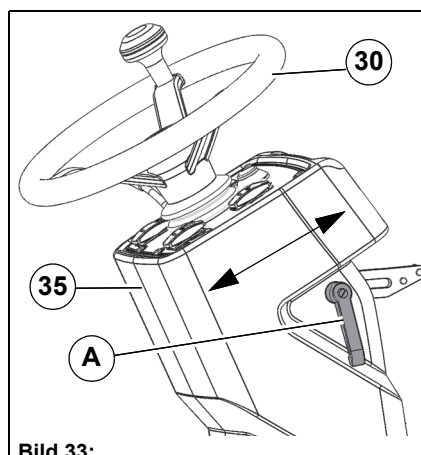

Bild 33:
- Vrid spaken **Bild 33-A** moturs tills rattstången är upplåst.